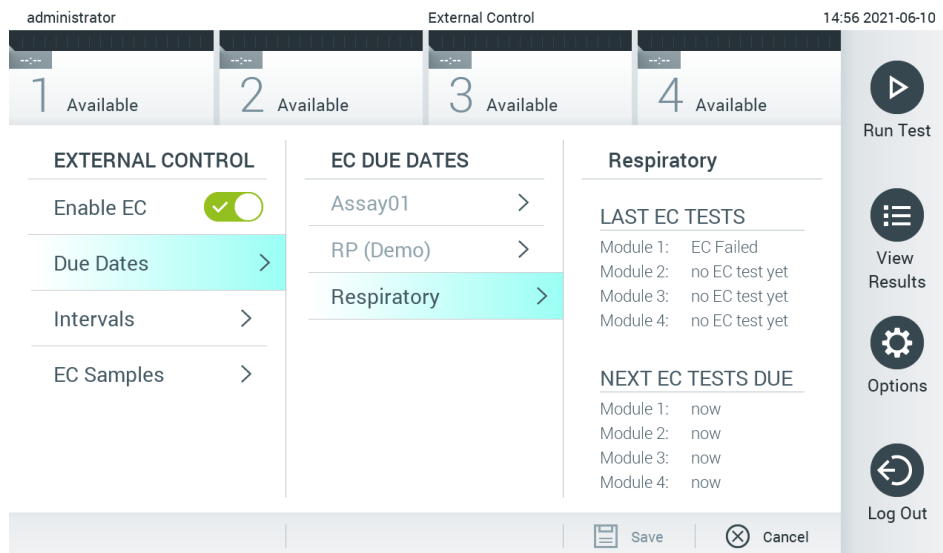

Рис. 51. Екран Due Dates (Дати виконання) зовнішнього контролю.
3. Виберіть **Due Dates** (Дати виконання), а потім аналіз зі списку, щоб переглянути дату проведення тесту із зовнішнім контролем відповідно до аналізу й аналітичного модуля, а також коли потрібно провести наступний тест із зовнішнім контролем (Рис. 51).